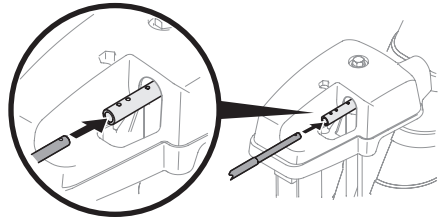

Figura 36
- Inserte el extremo redondeado de la varilla de control del canal en el cabezal de control del canal. Empuje la varilla dentro del cabezal de control del canal lo más posible, manteniendo los orificios de la varilla orientados hacia arriba (Figura 36).